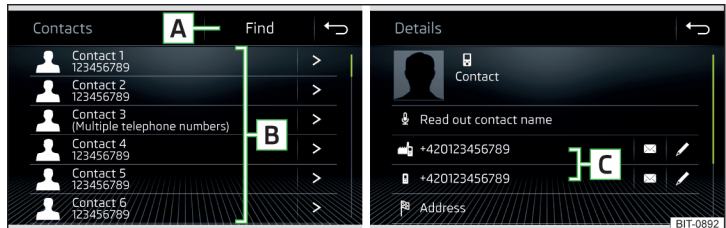

Abb. 191 Liste der Telefonkontakte / Kontaktdetails
- › Im Hauptmenü *Telefon* die Funktionsfläche  antippen, es wird eine Liste der Telefonkontakte angezeigt » **Abb. 191**.